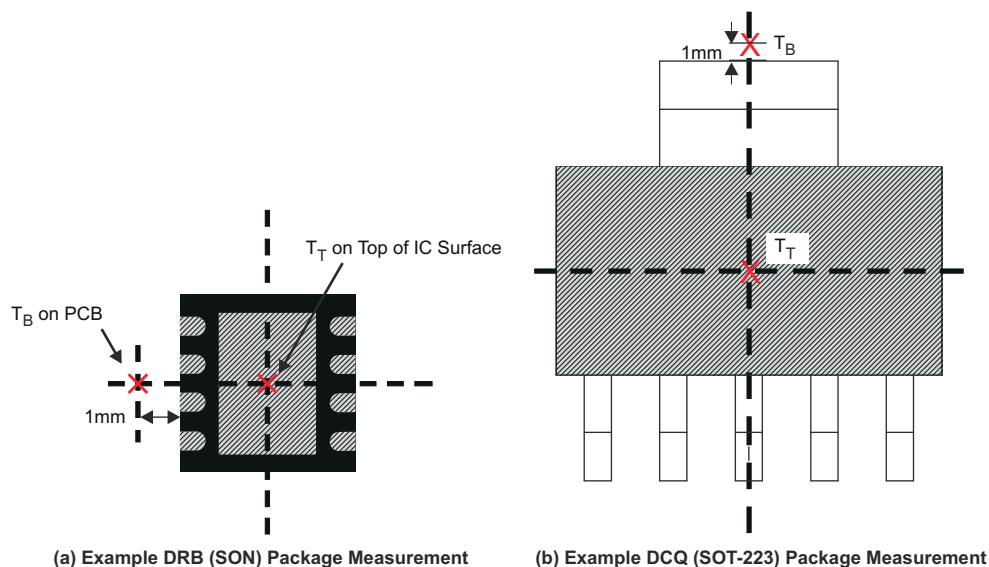

図 7-8. T_T および T_B の測定ポイント
- T_B は、PCB 表面上でデバイス パッケージから 1mm 離れた場所で測定された PCB 温度です (図 7-8 を参照)